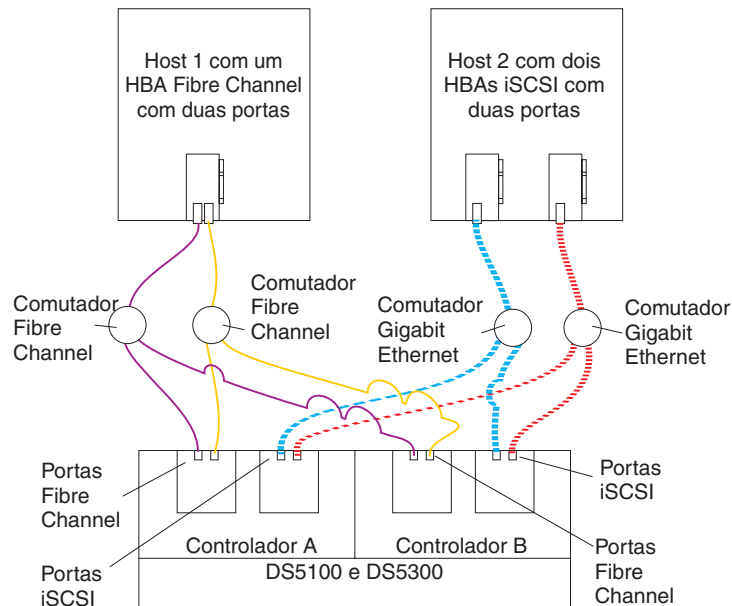

Figura 87. Exemplo de uma configuração de múltiplos hosts com múltiplas portas e com múltiplos comutadores
- Configuração de múltiplos hosts com múltiplos comutadores, como mostrada na Figura 87 na página 128
A Figura 87 na página 128 mostra um exemplo de uma configuração de múltiplos hosts com múltiplas portas e múltiplos comutadores.